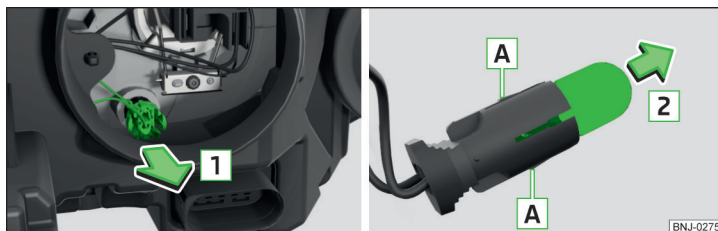

Fig. 210 Sostituzione della lampadina della luce di posizione
- Estrarre lo zoccolo con la lampadina con movimenti oscillanti nella direzione indicata dalla freccia 1 » fig. 210.